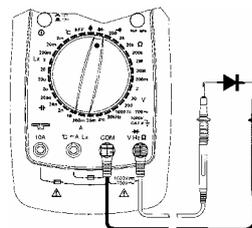

Рисунок 12
- (1) Вставьте штекер черного щупа в гнездо **COM**, а красного в гнездо **VΩ**.
- (2) Установите поворотный переключатель в положение . Подключите щупы, как показано на рис. 12.
- (3) Типичное падение напряжения для кремниевого диода должно быть около 0.6 В и германиевого – около 0.3 В.
- (4) При обратном подключении диода к щупам прибор должен показывать на дисплее только символ "0L".
- (5) Прочитайте на ЖК-дисплее показание результата измерения.